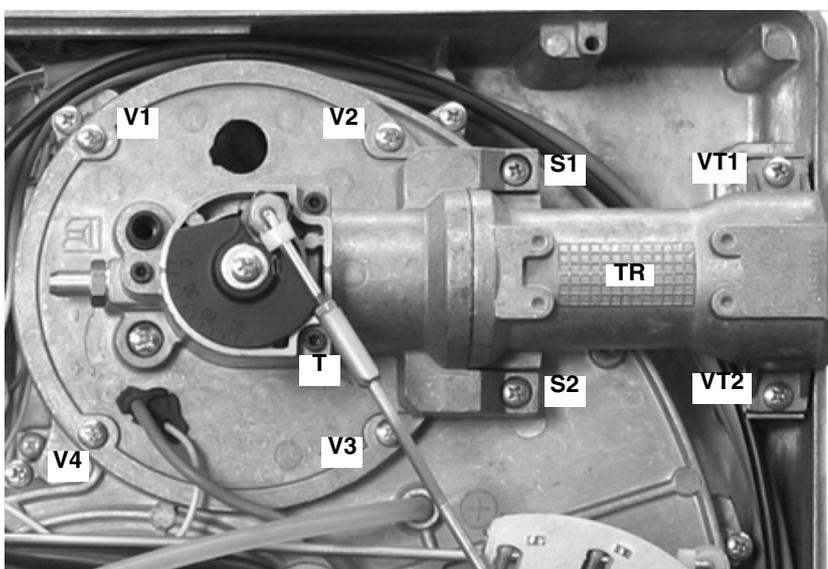
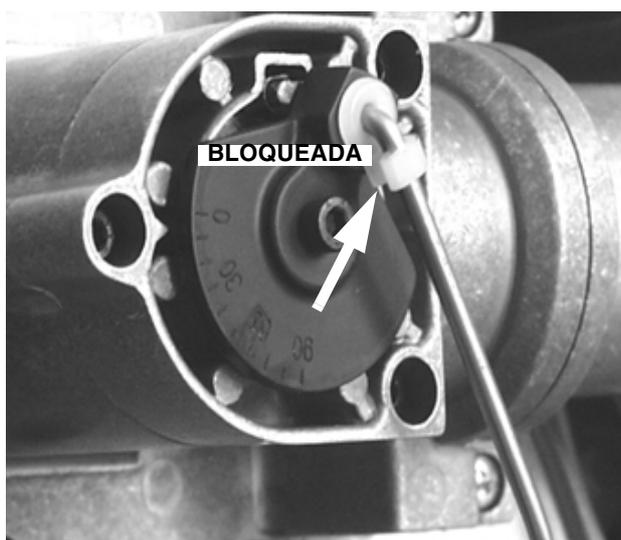
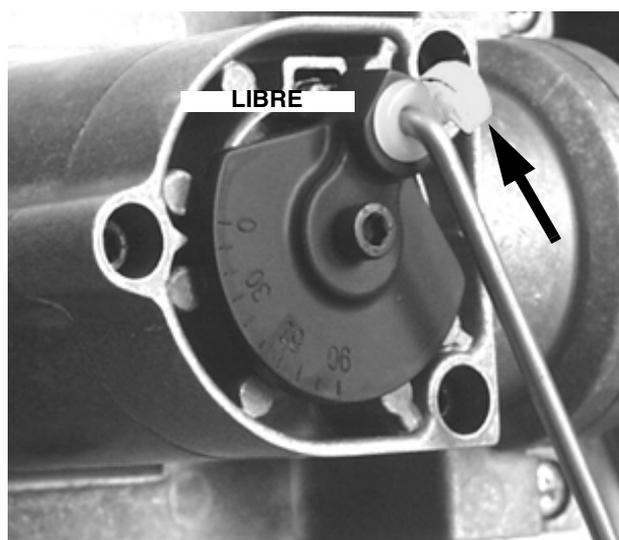

Fig. 51
Fig. 52
Fig. 53
- Desmonte, controle y limpie el cabezal de combustión (véase Fig. 51 y siguientes);
- 1 Liberar el tirante T (Fig. 51) de regulación de la mariposa del gas (Fig. 52 y Fig. 53) y extraerlo de su alojamiento tirando hacia afuera.
- 2 Extraer los 4 tornillos V1, V2, V3, V4 y el par de tornillos S1 y S2 (Fig. 51).
- Reinstale los 4 tornillos V1...V4 sin apretarlos (Fig. 51).
- Apriete los dos tornillos S1 y S2 (Fig. 51).
- Apriete los tornillos del acoplamiento VT1 y VT2 (Fig. 51).
- Apriete los 4 tornillos (Fig. 51).